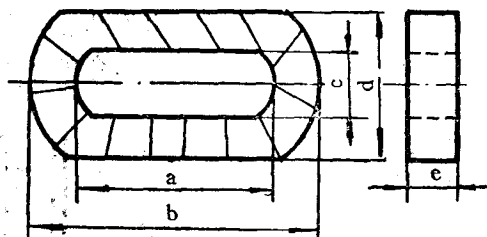

图 1—7
(1) 他励式 励磁电流由外部电源供给的，称为他励式发电机。例如，交流发电机的励磁电流是由车上蓄电池供给的，如图 1—1 所示。
(2) 自励式 励磁电流是由发电机本身供给的，称为自励式发电机，它是靠发电机本身磁极的剩余磁场发电的，如图 1—2 所示。直流发电机多数都属于这种类型。
(1) 灯泡检查法 按图 1—4 所示接入灯泡，用 12~24 伏蓄电池作电源。测量用的导线一头接发电磁场接线柱，另一头接发电机机壳。如灯泡说明励磁绕组已经接铁，绝缘损坏。如灯泡不亮说明励磁绕组绝缘性能良好。
(2) 万能表检查法 按图 1—5 所示接入万能表，万能表试测笔一只接发电机磁场接线柱，另一只接发电机机壳。万能表“ Ω ”挡位，扳至 $1 \times 1 \text{ k}$ 挡。若万能表表指针无指示，则绝缘良好。若指针指到零值或接近零值，说明励磁绕组已经接铁，绝缘损坏。
(1) 灯泡的检查方法 按图1—4所示, 将蓄电池接至发电机机壳的测量导线拿下来, 按图中虚线方向接至励磁绕组引出线端, 接通开关。如灯泡亮, 说明励磁绕组没有断路; 如果灯泡不亮说明励磁绕组断路。
(2) 万能表的检查方法 按图1—5所示, 将万能表接至发电机机壳的测量导线拿下来, 按图中虚线方向接至励磁绕组引出线端。如万能表指针不动 ($1 \times 1 \Omega$ 档), 说明励磁绕组断路; 如果有7欧姆左右的电阻值, 说明励磁绕组没有断路, 而且良好; 如果测得的电阻值低于此数值很多, 则说明励磁绕组匝间有短路的地方。
按图1—6所示方法, 用万能表欧姆挡可以测出。如果测得电阻较大(几十欧姆), 说明焊接不好, 有假焊的地方, 应重新焊接。如发现引出线断了, 应换一根新的引出线。这
①对绕组的线径和匝数进行测量并做好记录。
②根据实际测量的导线，选择同样直径的导线在绕线机上进行绕制。绕制的匝数应同于测量的匝数，绕制要在自制的木型上进行。励磁绕组从机壳上拆下后，要对线包的长度 b ，内孔长度 a ，线包的宽度 c ，内孔宽度 e ，进行测量和记录，并根据这些尺寸，制做木型和夹板。图1—7示出了励磁绕组线包外部各部分尺寸。
木型的尺寸分别与绕组的内孔长度 a 和内孔宽度 e 尺寸相同，如图1—8所示。制做木型的材料可以选用一般松木。
大于绕组宽度 c 约 5 毫米, 如图 1—9 所示。同样的尺寸做两个。
木型按图 1—10 所示方法组合。孔对孔, 木型和夹板平行对好, 用铁钉或木螺丝把它们牢牢的钉合在一起。
绕制好的线包还要按图1—11所示进行压型。即把缠好的线包放在凹型模板上，再将凸型模板放在线包上压好，用木锤轻轻敲打凸模。使线包成“U”型。